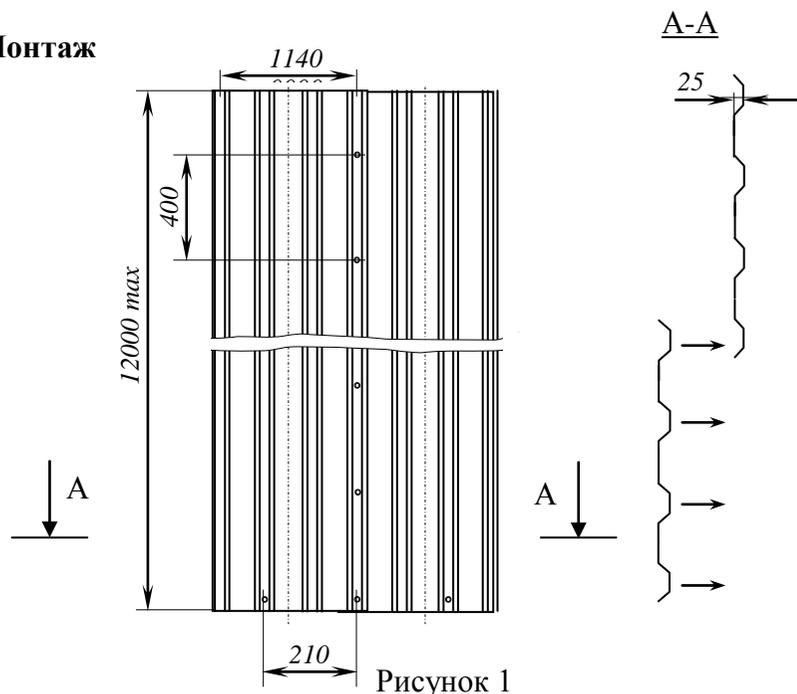

Рисунок 1
2.1 Соединение элементов между собой осуществляется «внахлест» (рисунок 1).